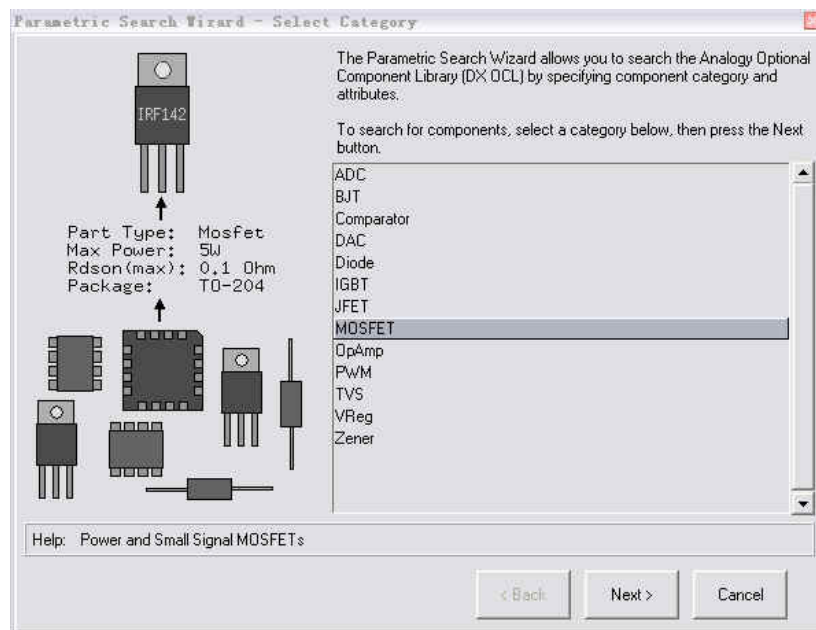

图 1-2 参数查询向导
- ▲如果要查找具体的产品元件，用 **Parts Gallery** 中的参数查询向导可以达到此目的，选择 **Schematic>Get Part>Parametric Search**，或者选择右键快捷菜单中的 **Get Part>Parametric Search**，将出现 **Parametric Search Wizard** 框，如图 1-2 所示，选择产品元件所属类型，然后点击 **Next**，在 **General Information**、**Maximum Rating**、**Performance Specifications** 三个标签中，进行相关设置，然后点击 **Finish**，就可以列出符合要求的产品。